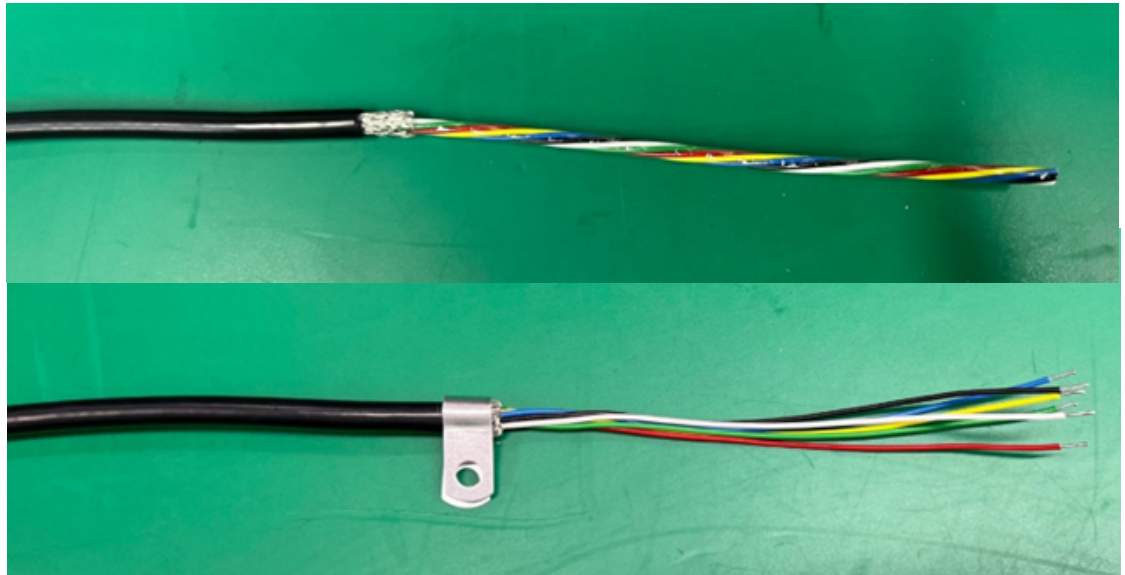
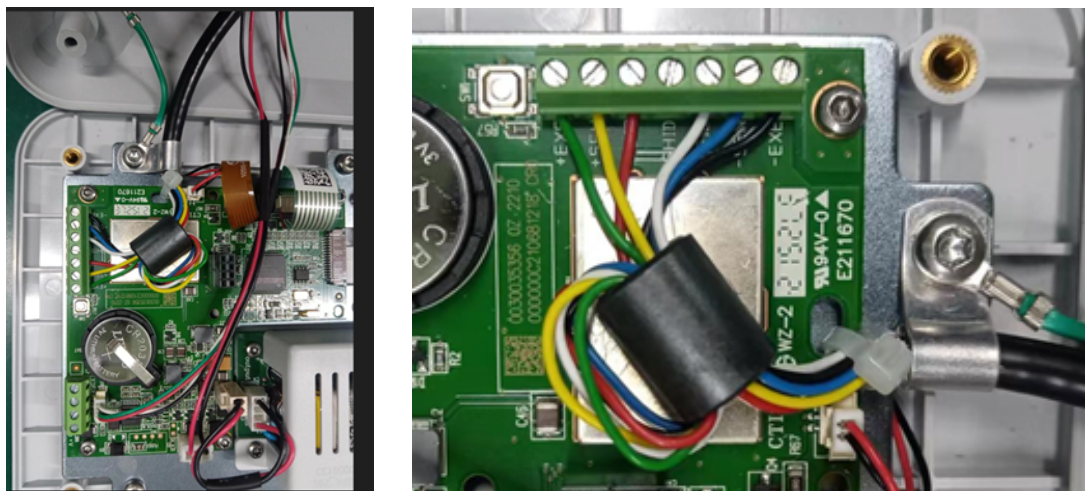

Figure 2-25 : Câble de cellule de charge avec fermeture à baïonnette
Figure 2-26 : Installation de ferrite de câble de cellule de charge analogique et mise à la terre du châssis, IND231
1. Le câble du capteur pénètre dans le boîtier à travers le presse-étoupe indiqué sur la Figure 2-26.
4. Le serre-câble de masse fourni en même temps que le terminal est utilisé pour mettre en contact le blindage exposé (Figure 2-25) avec la plaque de montage métallique en utilisant la vis de fixation de la tresse de la charnière de l'enceinte comme sur la Figure 2-26.